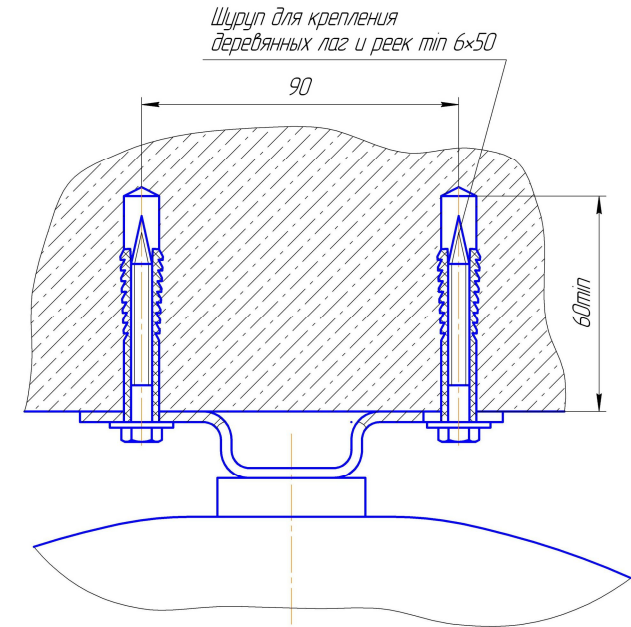

Рис.3.
6.2.1 МПП крепить к потолочному перекрытию (Рис.3) дюбелями диаметром 10 мм, саморезами или шурупами минимум 6\*50 мм. При этом крепление МПП к потолочному перекрытию должно выдерживать статистическую нагрузку не менее 100 кг. в течение 5 минут.